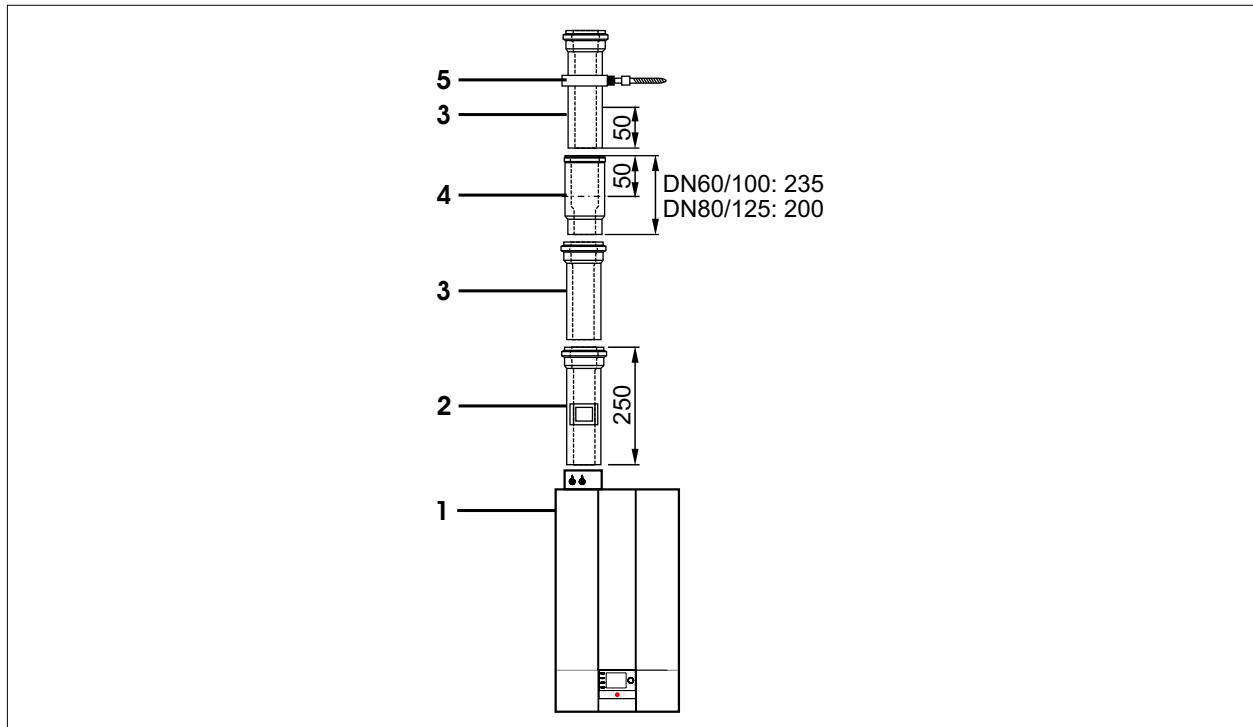

Abb. 5.9 Beispiel Luft-/Abgasführung [mm]
- ▶ Trennvorrichtung (6) (Abb. 5.9 Beispiel Luft-/Abgasführung [mm]) bis zum Anschlag in die vorhergehende Muffe (5) schieben.
- ▶ Nachfolgendes Luft-/Abgasrohr (5) 50 mm in die Muffe der Trennvorrichtung (6) schieben.
- ▶ Luft-/Abgasrohr (5) in dieser Position unbedingt fixieren, z. B. mit Abstandschelle (7) oder luftseitig mit Sicherungsschraube.